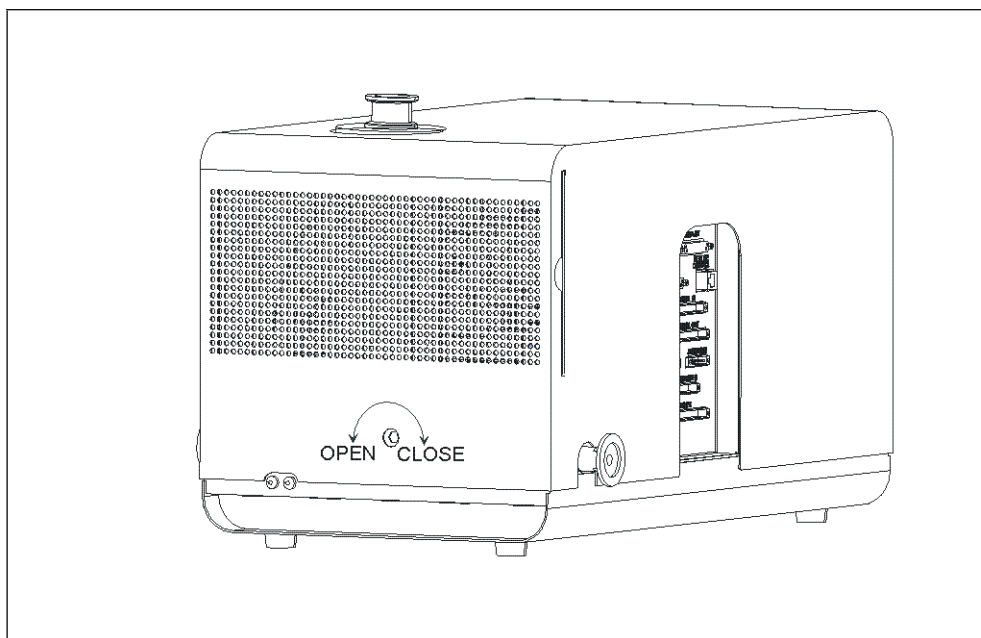

Рис. 7-2 Открытие крышки.
- 3** С помощью ключа-шестигранника SW 8 мм откройте замки (ROTO-LOCK) с обеих сторон крышки прибора. Смотрите Рис. 7-2.